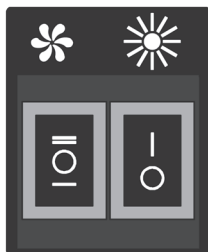

Рис.5
7.3 На боковинах корпуса размещен клавишный переключатель режимов работы и включения ламп освещения (рис. 5):